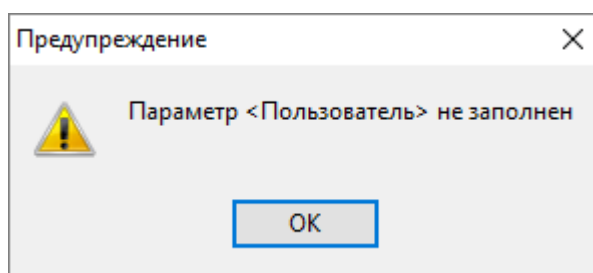

Рисунок 4-40 Предупреждение об отсутствии значения для параметра "Пользователь"
- если какой-либо из параметров подключения к БД не задан, то будет отображено сообщение с соответствующим предупреждением (см. Рисунок 4-40);